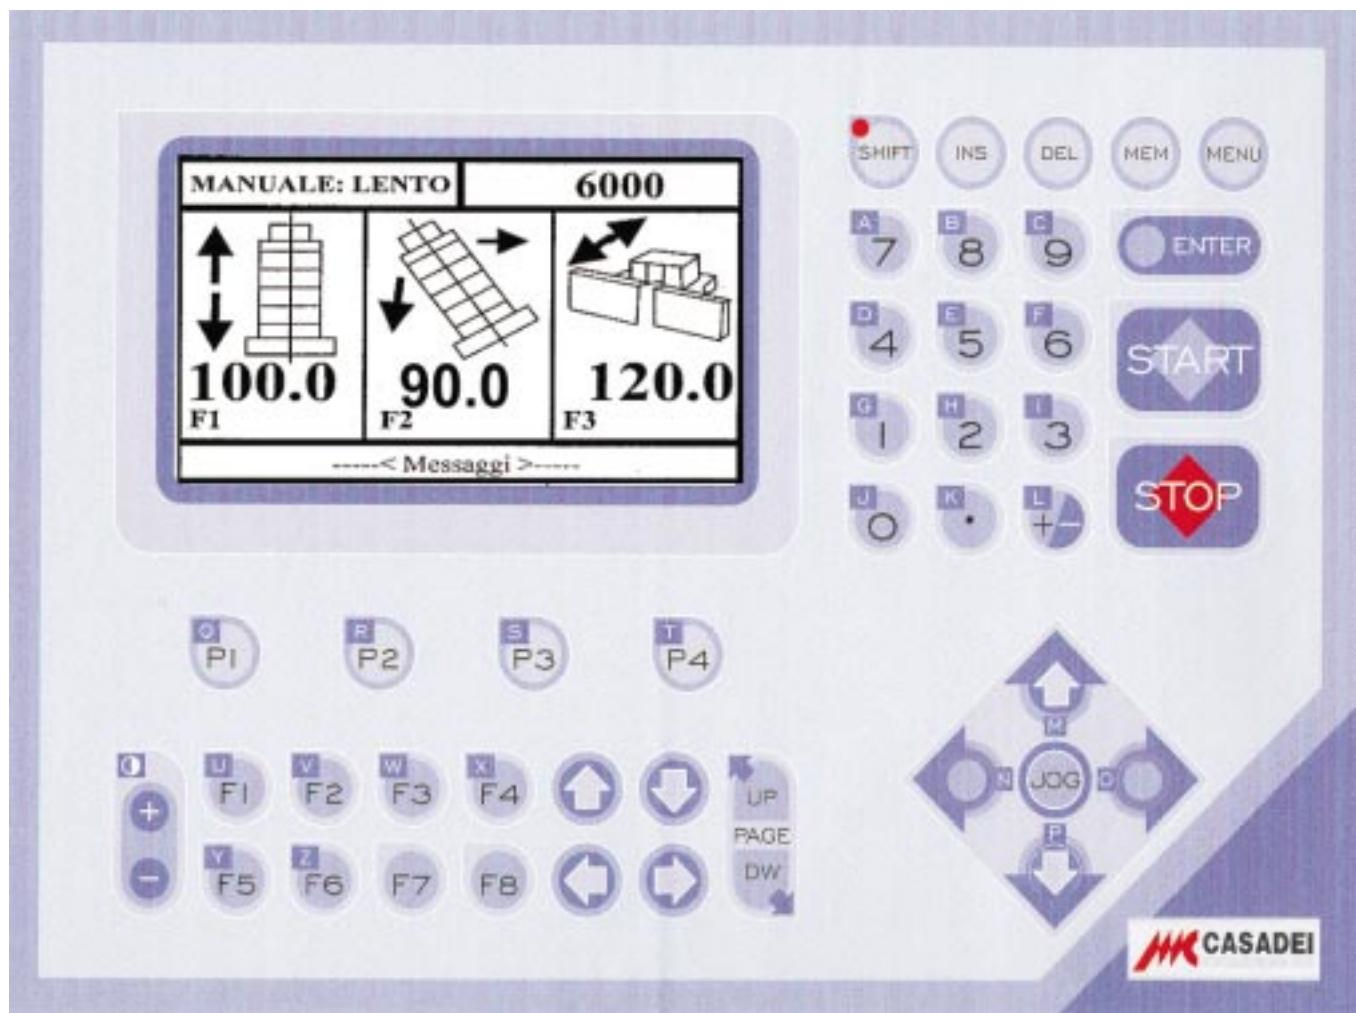

Fig. 7.5
Se si vuole inserire una diversa velocità di lavorazione, premere il tasto **MEM** (Fig. 7.5). Sul display riportante le velocità preimpostate, apparirà una casella libera. Mediante i tasti freccia, posizionare il cursore nella casella libera e digitare il valore della velocità desiderata mediante il tastierino numerico(**JOG**, Fig.7.5).
Fatto ciò memorizzare la velocità impostata premendo il tasto **ENTER** (Fig. 7.5).
- Ripristinare il programmatore agendo sul tasto "**MENU**" (Fig.7.5).
To set a different operating speed, press the **MEM** key (Fig. 7.5). A blank box will appear on the display showing the pre-set speeds. Use the arrow keys to move the cursor to the blank box and type in the required speed with the numeric keys (**JOG**, Fig. 7.5).
After doing this, store the set speed in the memory by pressing **ENTER** (Fig. 7.5).
- Reset the controller by using the "**MENU**" key (Fig. 7.5).
Si se desea establecer una velocidad de trabajo diferente, pulsar la tecla **MEM** (Fig. 7.5). En la pantalla que indican las velocidades preestablecidas, aparecerá una casilla libre. Mediante las teclas flecha, colocar el cursor en la casilla libre y digitar el valor de la velocidad deseada mediante el teclado numérico (**JOG**, Fig. 7.5).
Una vez efectuado ésto, memorizar la velocidad establecida pulsando la tecla **ENTER** (Fig. 7.5).
- Restablecer el programador obrando en la tecla "**MENÚ**" (Fig. 7.5).